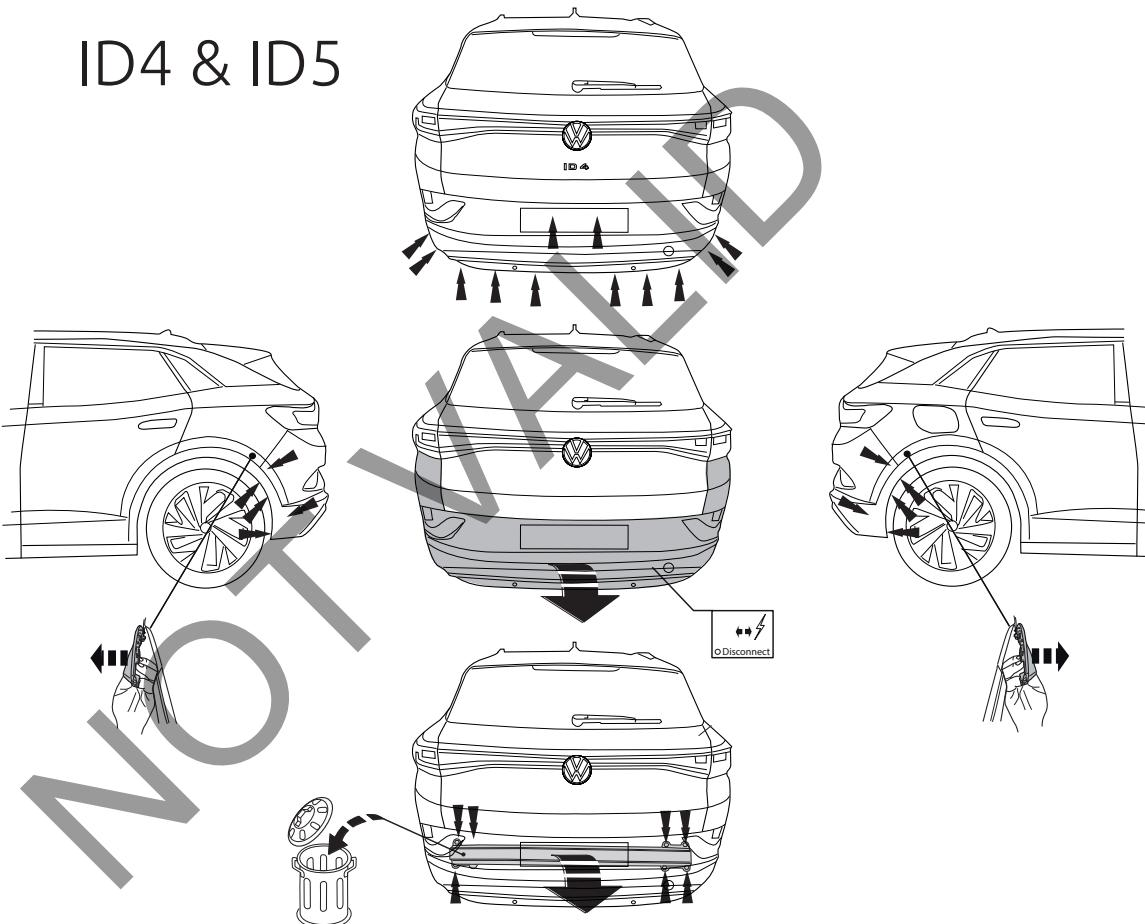

Fig. 1
- Снять бампер вместе со буферным бруском автомобиля. Буферный брус больше не понадобится. Поставить болты на место. См. рисунок 1, 1a & 1b.